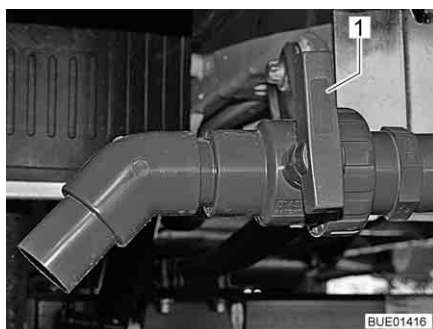

Fig. 228 Rubinetto di scarico
- Girare la maniglia (Fig. 228,1) del rubinetto di scarico nella direzione di scorrimento.